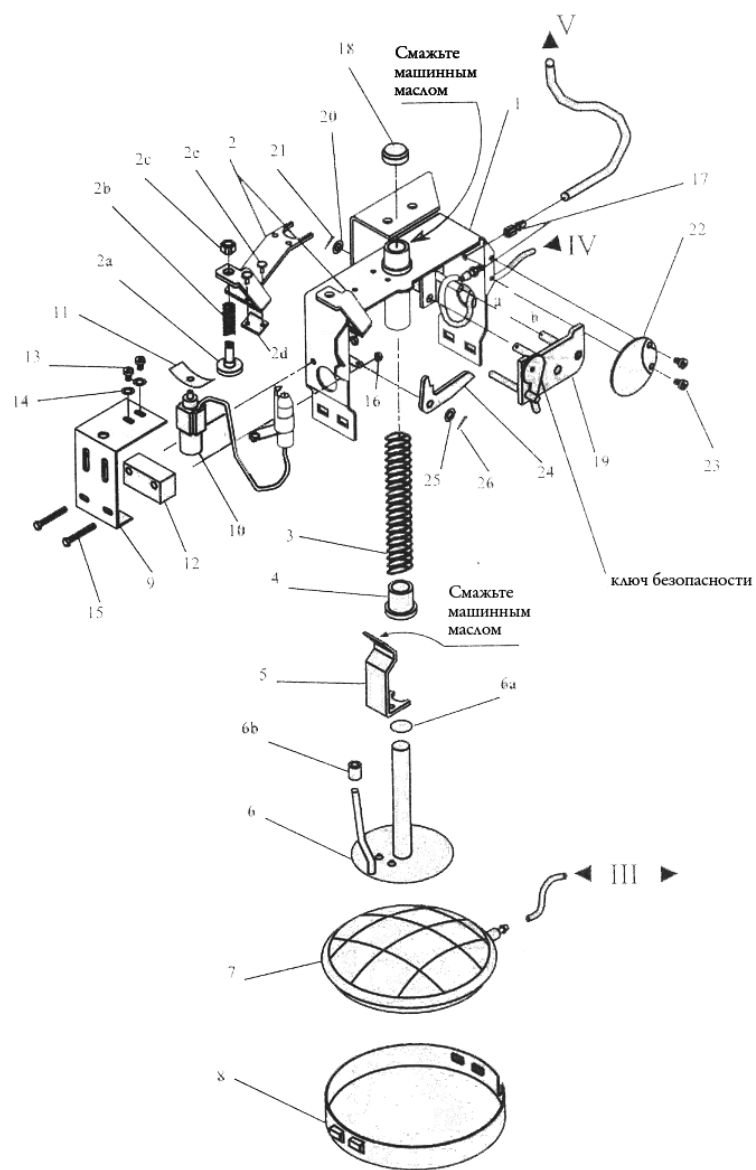

рис.1
2. Запчасти, которые подвергаются трению, смазывайте очищенным машинным маслом. Открутите алюминиевую крышку с помощью отвертки и нанесите туда 3-4 капли очищенного машинного масла. Потом прикрутите крышку на место. См.рис.1.